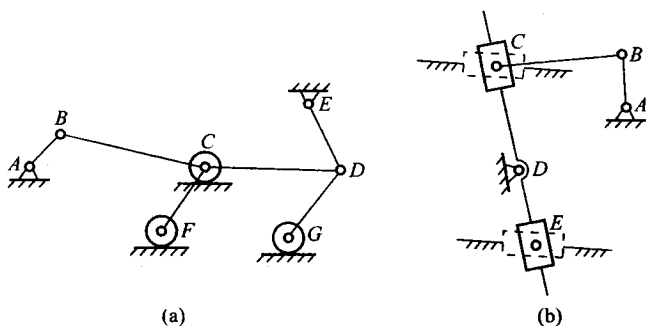

图1-5 题1.4.3图
1.4.3 图1-5中的机构有几个局部自由度？几个复合铰链？